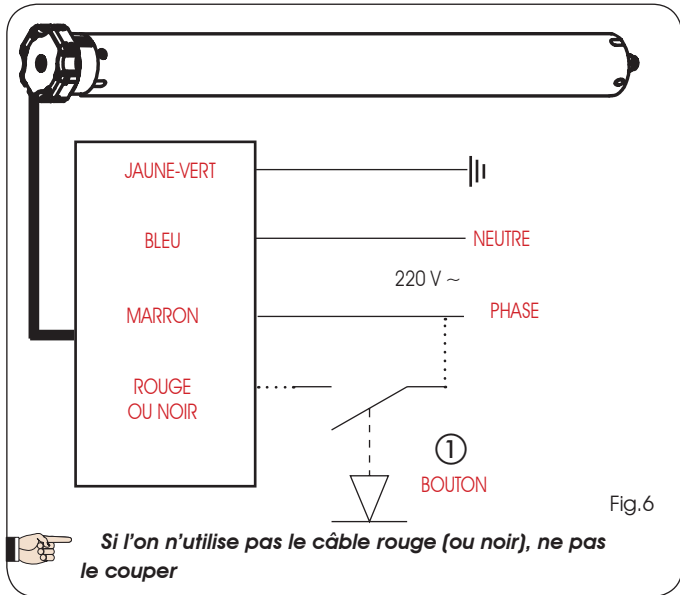

Fig.6
**AUTOMATISME COMMANDÉ À PARTIR D'UNE TÉLÉCOMMANDE ET D'UN BOUTON-POUSOIR :** Si l'on souhaite utiliser ce type de configuration, connecter le moteur d'après le schéma de la figure 6.